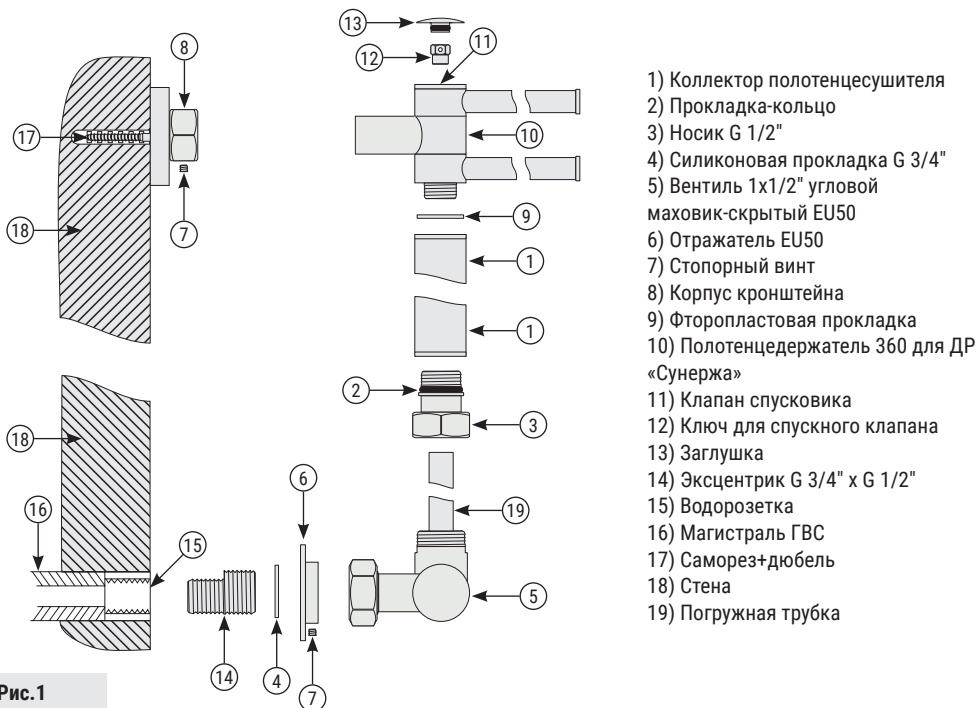

Рис.1
5.1. Сборку и установку изделия производить согласно схеме (рис. 1).
5.3. Установить на коллектор носик с накидной гайкой (рис. 1 «3»). Носики накрутить на вентиль 1x1/2" угловой маховик-скрытый EU50 (рис. 1 «5»).
5.4. Вкрутить полотнцедержатель 360 для ДР «Сунержа» (рис. 1 «10») в коллектор.
5.9. Для герметизации резьбовых соединений производитель комплектует изделие прокладками собственно изготовления (п. 3.3. и рис. 1 «2», «4», «9»).
5.10. После завершения монтажных работ, рекомендуется произвести выпуск воздуха из полости полотенцесушителя через спускной клапан, отвернув винт клапана вращением против часовой стрелки. После выхода воздуха, завернуть винт до упора по часовой стрелке и зафиксировать его, с помощью ключа для спускного клапана (рис. 1 «12») и закрыть полость спускного клапана заглушкой (рис. 1 «13»).
6.4. С помощью погружной трубки (рис. 1 «19») возможна смена направления потока, путем разворота трубки на 180°. Следует учитывать, что подача теплоносителя должна осуществляться в центр трубы.